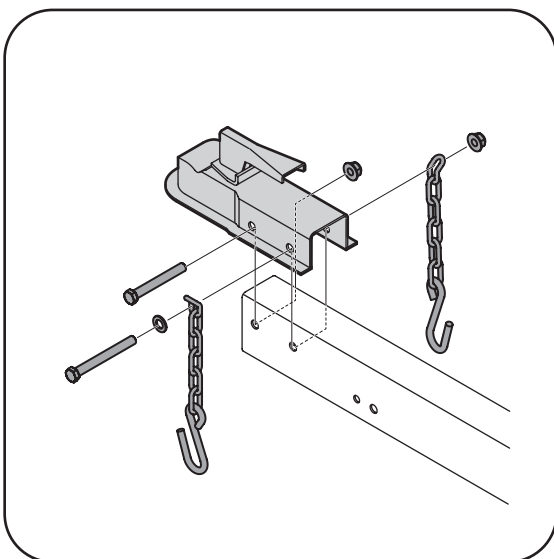

Figura 3-3
2. Inserte el perno hexagonal a través de la arandela plana, extremo de la cadena de seguridad y luego orificio del dispositivo de enganche posterior. Gire el extremo de la cadena de seguridad de manera que mire el extremo de bolas del dispositivo de enganche. Vea la Figura 3-3.